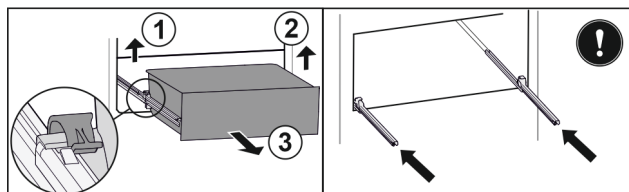

Fig. 33
- ▶ Приподнимите левый зажим и одновременно вытяните движением вперед выдвижной ящик слева Fig. 33 (1).
- ▶ Приподнимите правый зажим и одновременно вытяните движением вперед выдвижной ящик справа Fig. 33 (2).
- ▶ Извлеките выдвижной ящик движением вперед Fig. 33 (3).